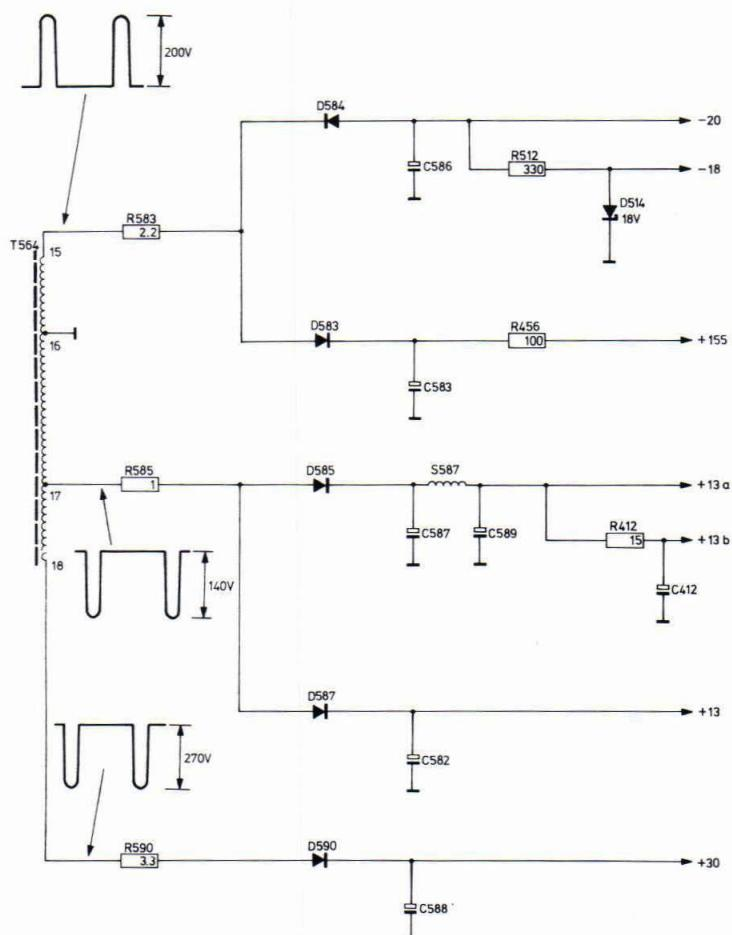

Fig. I-15
- a. Op de werking van de in Fig. I-15 gegeven voedings-schakeling wordt niet nader ingegaan.